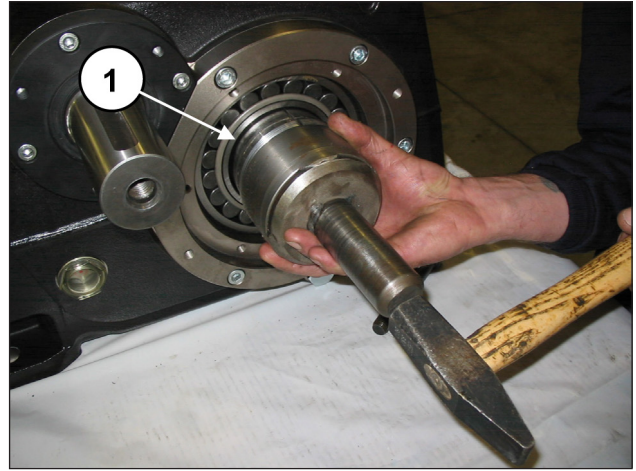
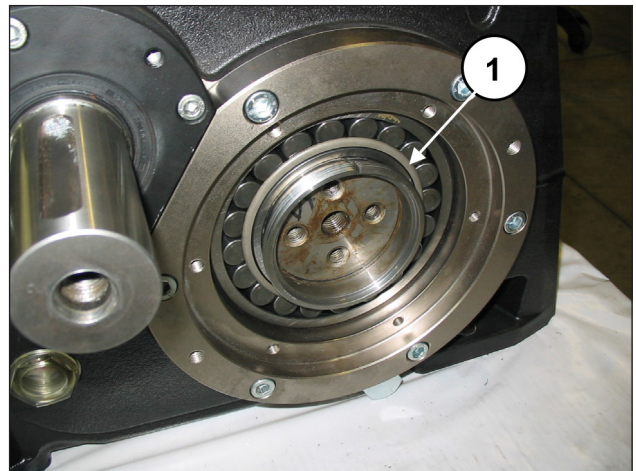

Fig. 77
Fig. 78
Pousser à fond la douille de pression sur le vilebrequin (rep. ①, Fig. 77 e Fig. 78) à l'aide d'un outil à inertie et d'un tampon.